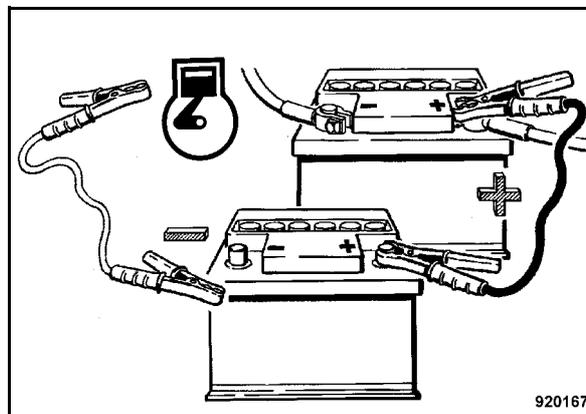

fig. 38
- Brancher ensuite un côté du câble de masse à la borne moins de la batterie auxiliaire puis l'autre côté du câble à un point de masse au moteur ou la carrosserie aussi éloigné que possible de la batterie (fig. 38).